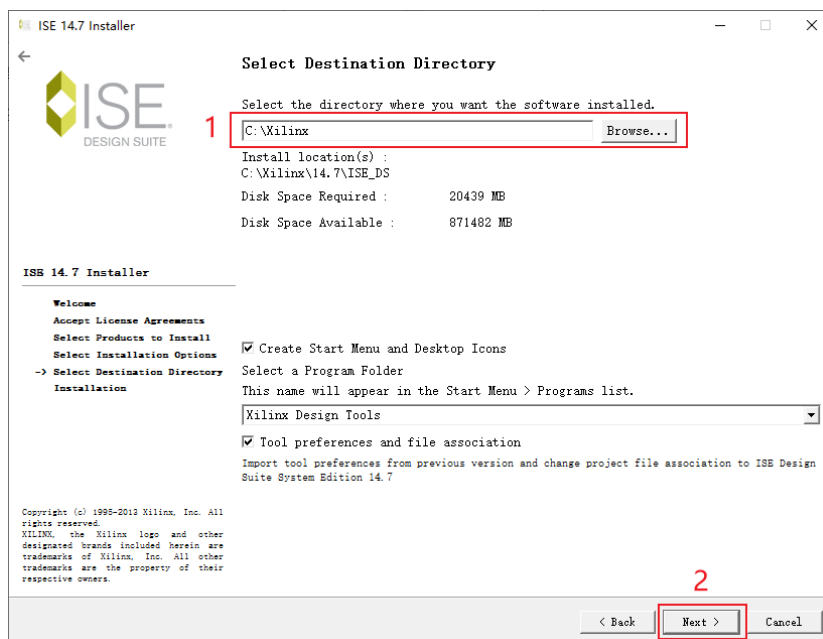

图 1-8 选择安装路径
8) 选择安装目录页面，在文本框 1 中显示了当前安装目录，可以自行更改安装目录，但需**注意安装路径当中不得含有中文字符**！其余选项保持默认选项即可，点击“Next>”，如图 1-8 所示。